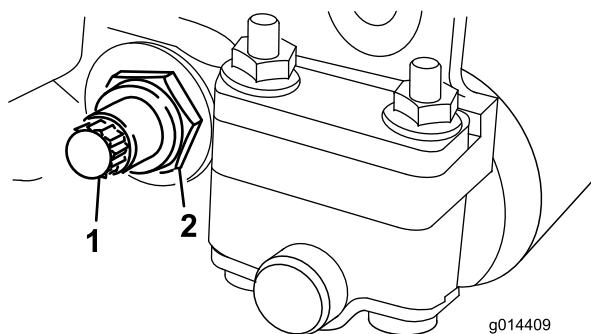

Figura 18
2. Svitare il dado di tensionamento della molla finché la rondella non è più tesa contro la barra di appoggio (Figura 18).
3. Allentare, da ciascun lato della macchina, il controdado che fissa il bullone della barra di appoggio (Figura 18).